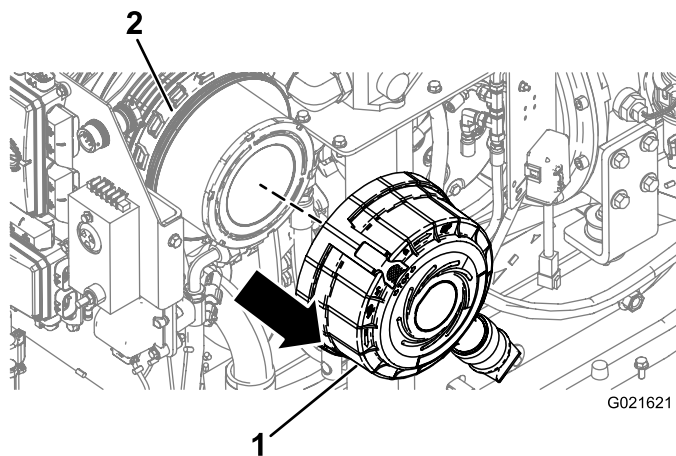

Figura 116
- Puxe e retire a tampa do corpo do filtro de ar (Figura 116).
- Alinhe a tampa do filtro do purificador de ar com o corpo (Figura 116).